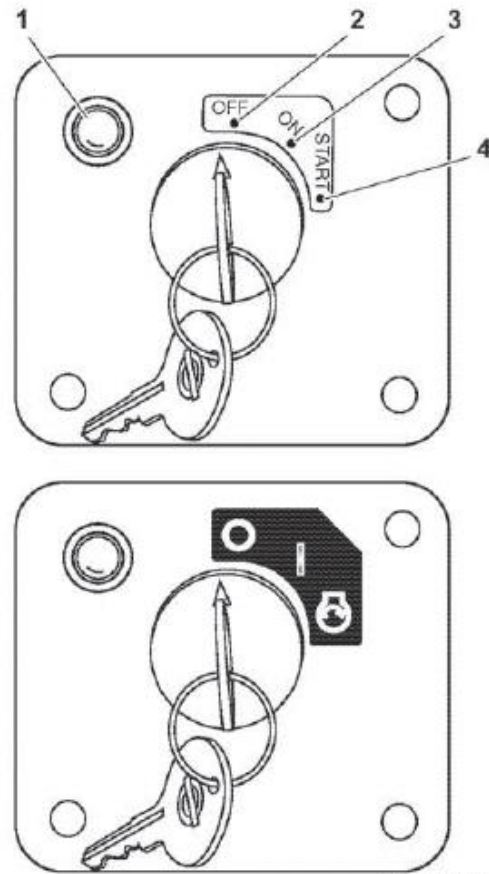

Рисунок 6
**Индикатор аккумуляторной батареи (позиция 1, Рисунок 6)** – Машина, приводимая в движение, может быть оснащена индикатором аккумуляторной батареи, который включается при возникновении какой-либо проблемы в зарядной системе. Этот индикатор не указывает на то, что аккумуляторная батарея разряжена. См. ТАБЛИЦУ ПОИСКА И УСТРАНЕНИЯ НЕИСПРАВНОСТЕЙ на странице 56.
**OFF – ВЫКЛ.** (ключ расположен прямо) (позиция 2, Рисунок 6) – При установке ключа в это положение двигатель выключен.
**ON – ВКЛ.** (позиция 3, Рисунок 6) – Это положение, в которое устанавливается ключ при работе двигателя. Когда двигатель не работает, данное положение используется для энергоснабжения опциональных устройств, таких как индикаторы или электрический топливный насос.
### **START – ПУСК (позиция 4, Рисунок 6) –**